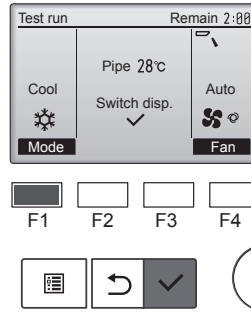

Fig. 7-3
- 1 Çalıştırma modunu değiştirmek için [F1] düğmesine basın. (Fig. 7-3)